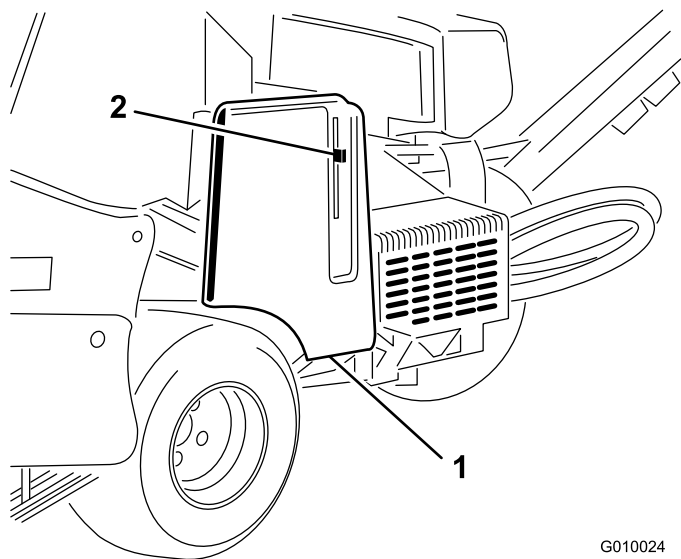

Bild 17
2. Entriegeln und entfernen Sie die Riemenabdeckung (Bild 17).